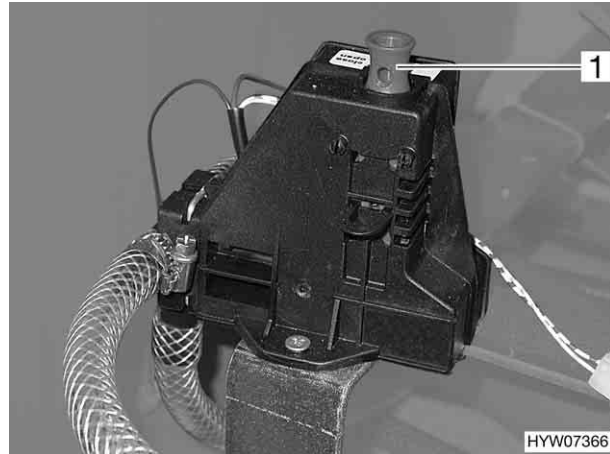

Fig. 126 Valve de sécurité et de vidange du chauffe-eau
Le chauffe-eau est équipé d'une valve de sécurité et de vidange (Fig. 126). La valve de sécurité et de vidange empêche que l'eau ne gèle dans le chauffe-eau lorsque le chauffage n'est pas allumé en cas de gel.
- Fermer la valve de sécurité et de vidange. Pour cela, tirer l'interrupteur à tirette (Fig. 126,1) vers le haut.
- Ouvrir la valve de sécurité et de vidange (Fig. 126). Pousser l'interrupteur à tirette (Fig. 126,1) vers le bas. Le chauffe-eau est vidé à l'extérieur par le biais de la valve de sécurité et de vidange.